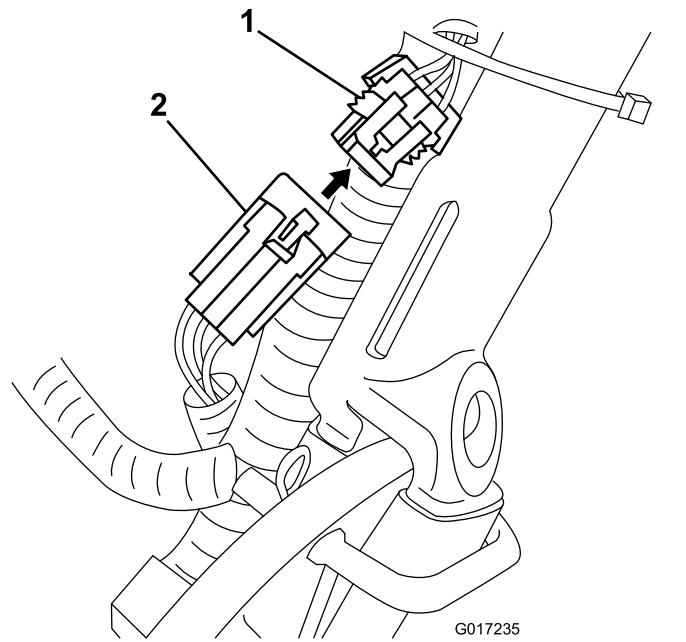

Figura 15
14. Pase el arnés de cables batería-máquina por debajo y por detrás del arnés principal en el lado izquierdo de la máquina y conecte el conector pequeño de 6 pines del arnés al conector correspondiente del arnés de cables principal, tal y como se indica en la Figura 15.